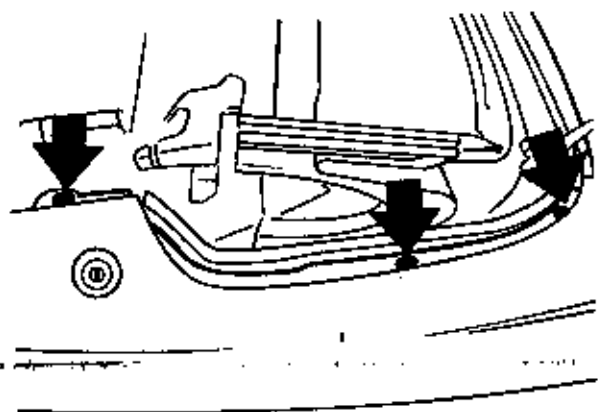

Bild 1
- o Seitenwand hinten von oben und von vorne (Bürste) lösen (Bild 1 und 2, s. auch Reparaturanleitung!)